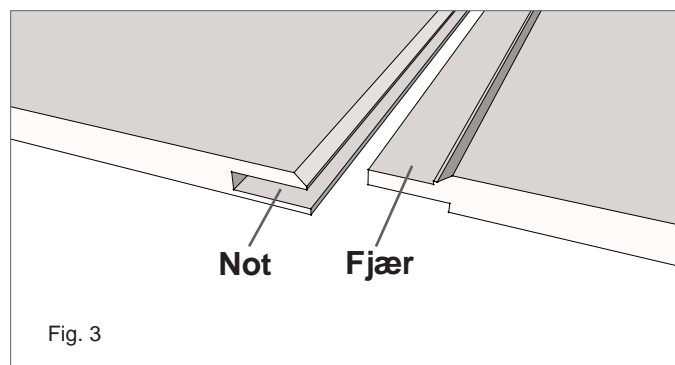

Fig. 3
Vanlig trelim påføres på notsiden (fig. 3).
1. Start montering med fjær mot hjørne. Første plate loddes opp og fjæren kappes av (fig. 3).